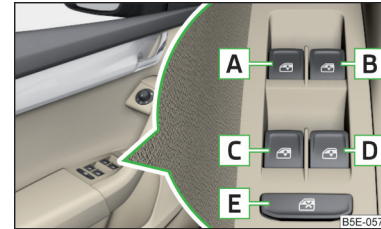

Abb. 59
Tasten der Fensterheber » Abb. 59
- Nach dem Öffnen der Fahrer- oder Beifahrertür ist die Bedienung der Fenster nur über die Taste **A** » **Abb. 59** möglich, indem diese für 2 s gehalten bzw. gezogen wird.
- › **oder:** Die Zündung ausschalten, die Fahrertür öffnen und die Taste **A** bis zum Anschlag in der Öffnungsstellung halten » **Abb. 59 auf Seite 69.**
- › **oder:** Die Zündung ausschalten, die Fahrertür öffnen und die Taste **A** bis zum Anschlag in der Schließstellung halten » **Abb. 59 auf Seite 69.**